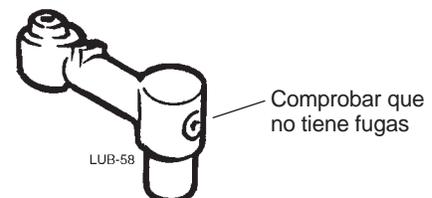

Figura 11.10 Codo de plástico (489-695)
- **Las motosierras modelos 488 hasta 695** extraen aceite a través de un codo de plástico instalado debajo de la bomba de aceite en el cárter del motor. Este codo debe ser inspeccionado cuidadosamente para ver posibles obstrucciones y señales de fugas en el tapón de sellado en el extremo del codo (figura 11.10)